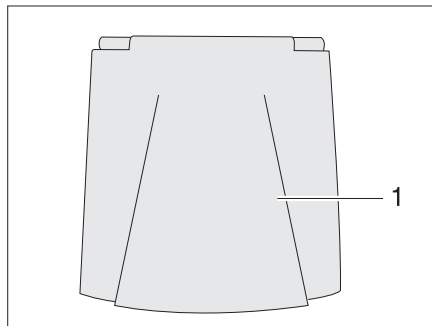

Fig. 32 Trampilla exterior conexión de 230 V
- Girar la trampilla exterior (Fig. 32,1) hacia arriba.
- Girar hacia abajo la trampilla exterior (Fig. 32,1) y cerrarla presionándola.